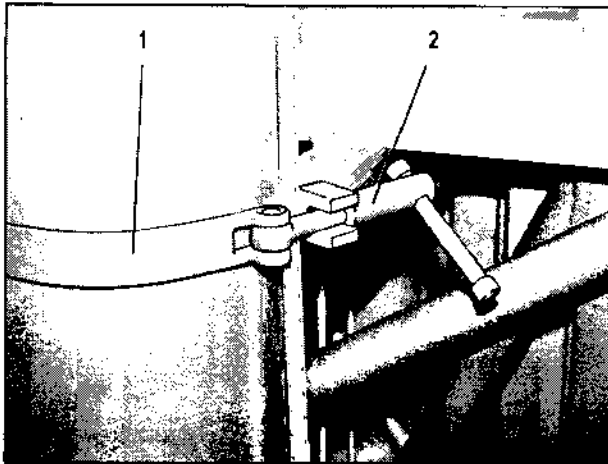

Bild 76
4. Verschraubung (Bild 76/2) der Transporthalterung (Bild 76/1) lösen, Transporthalterung umklappen.